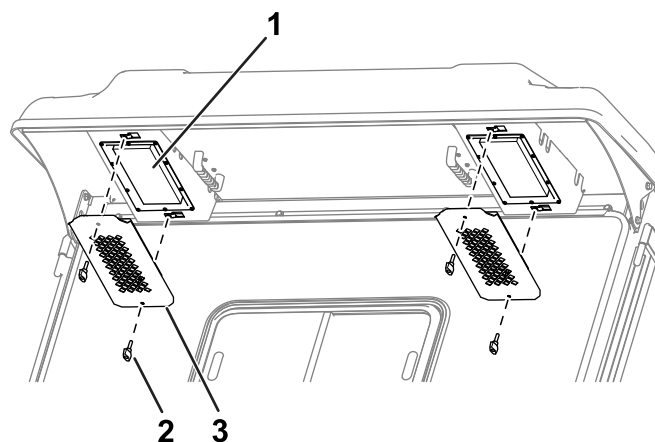

Figura 83
1. Retire los pomos y las rejillas del reborde trasero de la cabina (**Figura 83**).
4. Utilice los pomos y las rejillas para instalar los filtros en la cabina (Figura 83).